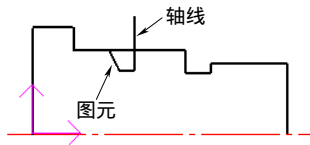

图 4-129 镜像操作
3) 在“编辑”工具栏单击“镜像”按钮,选择如图4-129所示的元素,拾取完成后单击鼠标右键加以确认,系统提示变为“选择轴线”,用鼠标拾取图4-129所示的直线作为镜像操作的对称轴线,单击鼠标右键完成镜像。